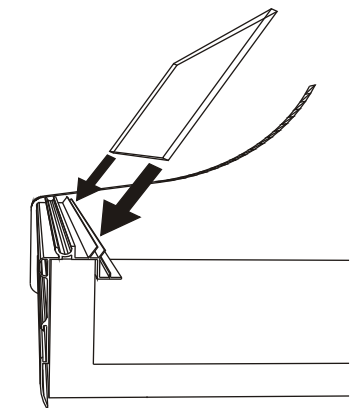

Fig.7
- 10.installer l'écran en verre (fig.7).
11. installer l'écran en verre (fig.7).